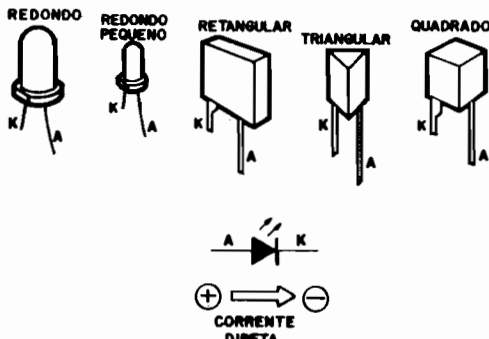

Fig. 5
- FIG. 5 - Não importa o que "está lá dentro" do LED, seu encapsulamento (plástico, acrílico...) pode ser apresentado nos formatos redondo (5mm e 3mm de diâmetro), retangular, triangular, quadrado, etc. (também existem LEDs especiais - no formato - em "seta", em "estrela", em "traço", em "ponto", etc. Eleticamente, são todos equivalentes (salvo quanto à cor básica, que determina pequenas diferenças na QUEDA DE TENSÃO do componente, conforme veremos na Lição específica...). Ainda na fig. 5 está indicado, novamente, o **sentido** no